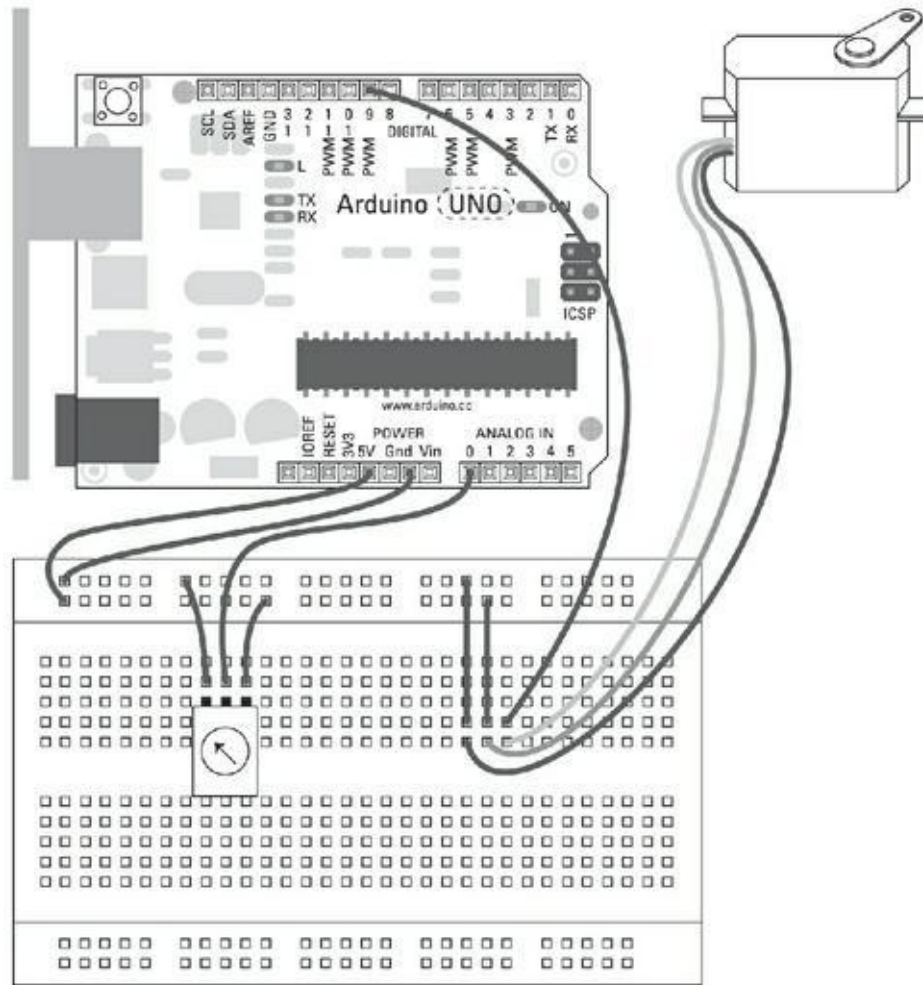
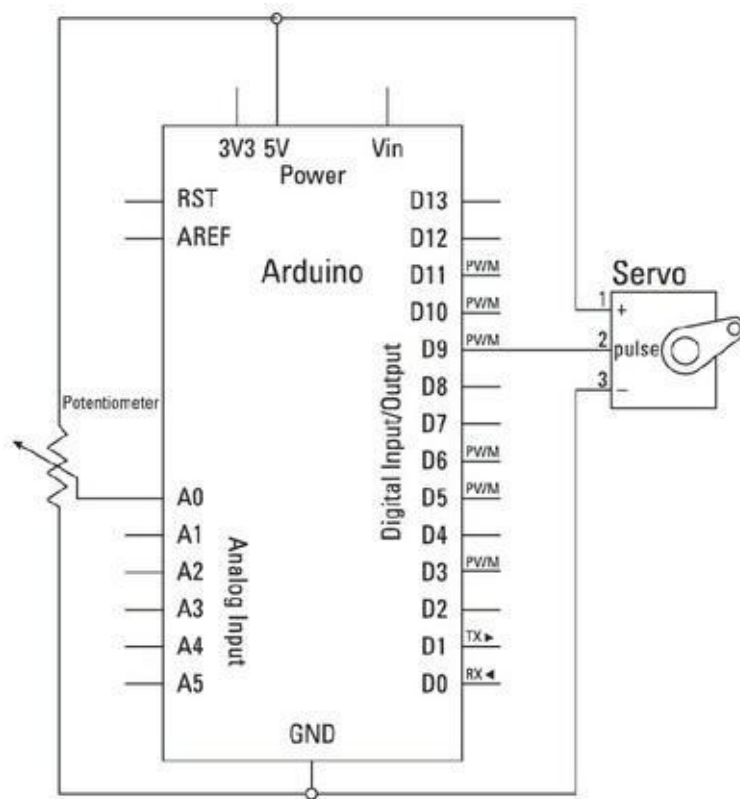

FIGURE 8-11 : Un servomoteur avec une molette de contrôle.
FIGURE 8-12 : Un circuit de servomoteur piloté par un potentiomètre.
- » Connectez la broche centrale à la broche A0 de l'Arduino et les broches extérieures au 5 V et à la masse GND de part et d'autre. Référez-vous au circuit de la Figure 8-11 et au schéma de la Figure 8-12.